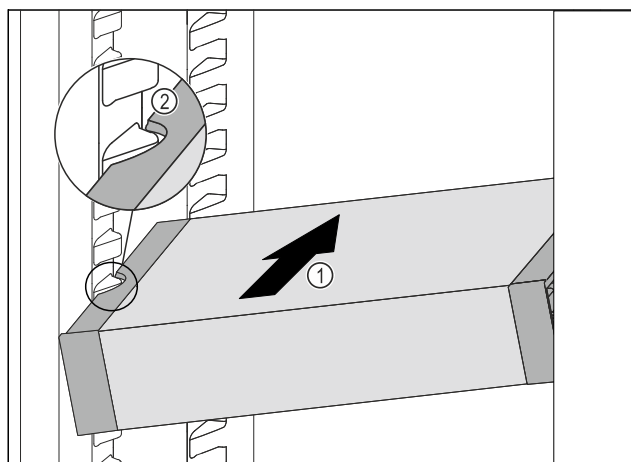

Fig. 127
- ▶ Zasuňte VarioSafe do chladničky pod úhlem tak Fig. 127 (1), aby vybrání na bocích Fig. 127 (2) VarioSafe byla na úrovni žebrování na nádobu v chladničce.